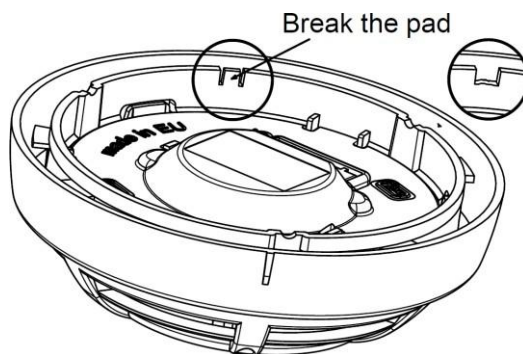

Fig.3
- Cassez le plastique à l'endroit spécifié sur le bas de l'avertisseur sonore (Figure 3).